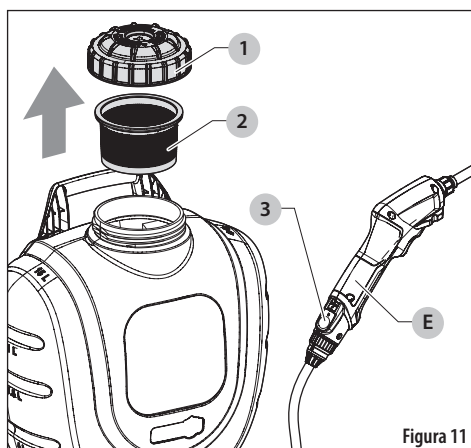

Figura 11
1. Asegúrese de que el pulverizador de varilla eléctrica (E) esté apagada (OFF) y retírela. Vea la Figura 11.
2. Retire la tapa (1) y la cesta del filtro (2) y vierta cualquier producto químico que quede en el tanque en un recipiente adecuado para su uso posterior o deséchelo de acuerdo con las instrucciones del fabricante del producto químico.
5. Vuelva a instalar la manguera y el pulverizador de varilla eléctrica (E) y presione el botón de encendido (3) para encender el pulverizador.
11. Una vez que el pulverizador se haya secado, ponga el pulverizador en posición vertical y vuelva a colocar la tapa (1) y la cesta del filtro (2) para evitar que entre suciedad en el tanque.